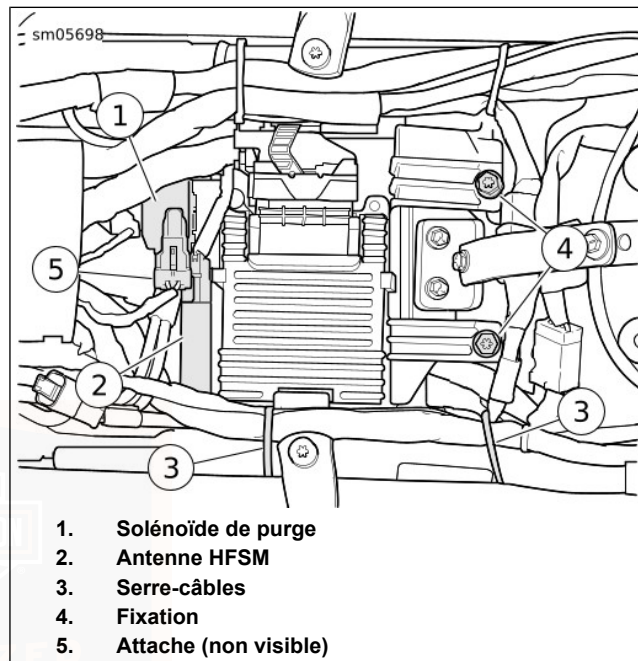
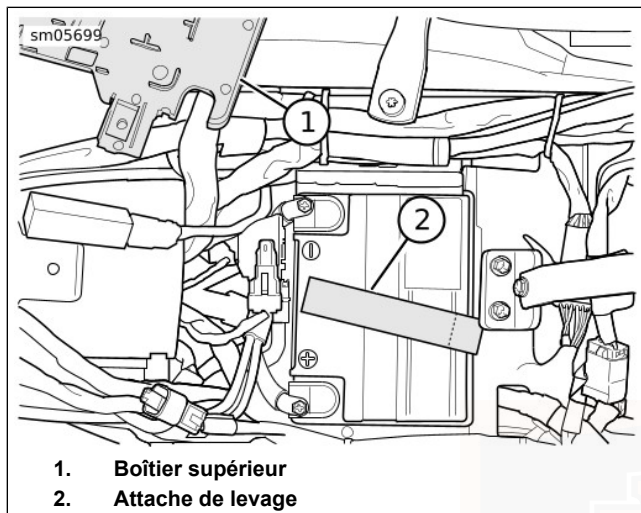

Figure 74. Boîtier supérieur
Figure 75. Mettre de côté le boîtier supérieur
- Voir Figure 74. S'il est présent, déplacer le solénoïde de purge (1) vers l'avant pour le dégager du boîtier supérieur. Dégager l'antenne HFSM (2) du boîtier supérieur et la mettre de côté.
- Retirer les fixations (4).
- Couper les serre-câbles (3) et déplacer les faisceaux pour donner davantage de dégagement pour le boîtier supérieur.
- Voir Figure 75. Dégager le boîtier supérieur du support d'attache avant et tourner le boîtier supérieur (1) pour le mettre de côté.
6. Voir Figure 75. Plier l'attache de levage (2) vers l'avant sur le dessus de la batterie.
7. Voir Figure 74. Tourner le boîtier supérieur en position au-dessus de la batterie et engager le loquet sur le support de retenue.
8. S'ils sont présents, engager l'antenne HFMS (2) et le solénoïde de purge (1) sur le boîtier supérieur. Vérifier que tous les autres connecteurs et faisceaux sont acheminés sous la languette de montage du solénoïde de purge.
9. Attacher le boîtier supérieur à la traverse de cadre. Serrer les vis (4) à un couple de 8,1–10,9 N·m (72–96 in-lbs).
10. Attacher les faisceaux au cadre avec des serre-câbles (3).